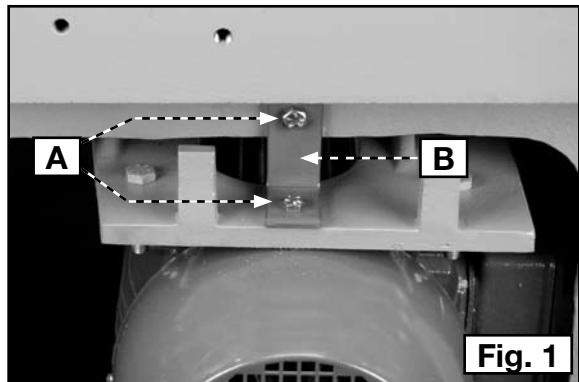

Fig. 1
IMPORTANTE: Antes de montar esta máquina, retire los dos pernos (A) Fig. 1 y la correa de transporte roja (B). Este soporte protege al motor durante el envío.